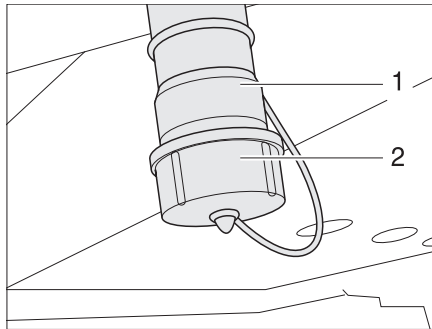

Fig. 239 Conexiones de salida de agua y de aguas residuales
- Desbloquear la caperuza (Fig. 239,2) de las conexiones de salida de agua (Fig. 239,1) girándola un cuarto de vuelta en sentido de las agujas del reloj y extraerla.
- Montar un tubo de desagüe apropiado en la conexión de salida de agua (Fig. 239,1) o colocar un recipiente colector apropiado debajo de la conexión de salida de agua.